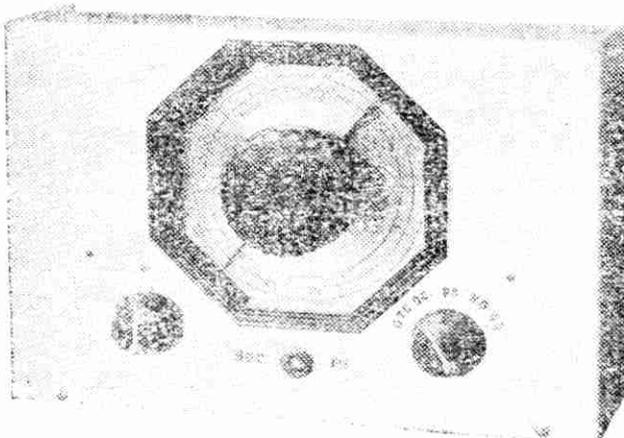

FIG. 38
**Ondemètre** (fig. 38). — Pour la mise au point, l'ondemètre est absolument indispensable. Nous recommandons vivement l'emploi d'un *ondemètre hétérodyne*.